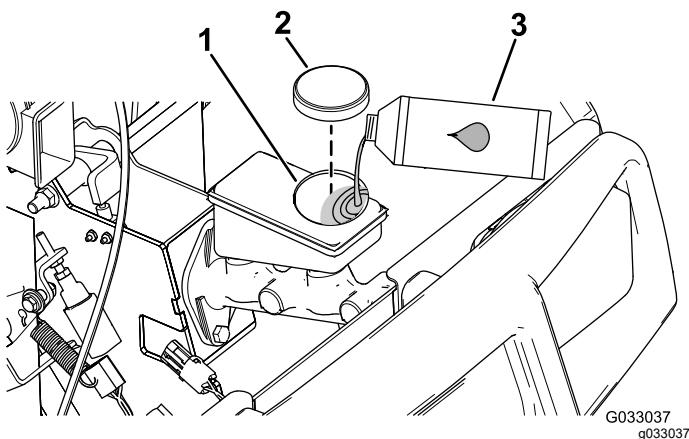

Bild 67
4. Öffnen Sie die Motorhaube, um an den Hauptbremszylinder und den Behälter zu gelangen (Bild 67).
- A. Reinigen Sie den Bereich um den Behälterdeckel und nehmen den Deckel ab (Bild 67).
- C. Schrauben Sie den Behälterdeckel wieder auf (Bild 67).